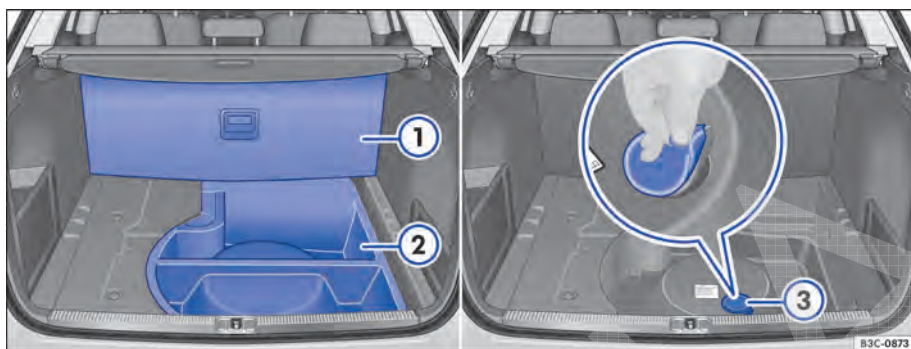
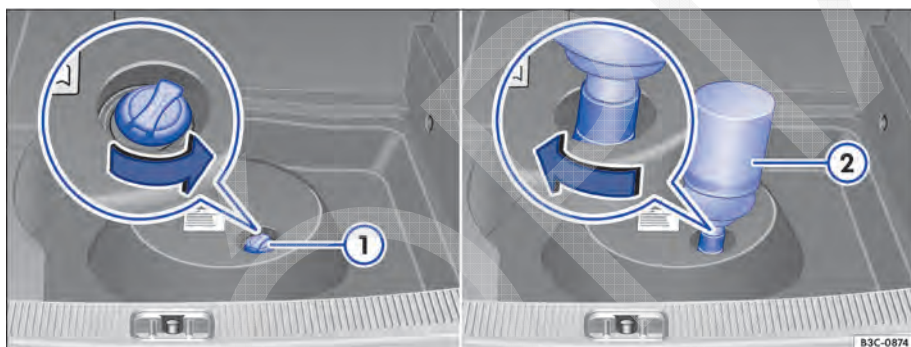

Fig. 218 Compartimento de bagagem com peça de espuma e reservatório de AdBlue.
Fig. 219 Embaixo da peça de espuma no compartimento de bagagem: tanque AdBlue com tampa do bocal de abastecimento e frasco de reabastecimento.
- Dobrar o revestimento do assoalho ⇒ Fig. 218 (1) para cima e empurrá-lo para trás.
- Remover a peça de espuma (2).
- Retirar a vedação (3) do reservatório de AdBlue®.
- Girar a tampa do bocal de abastecimento do reservatório ⇒ Fig. 219 (1) no sentido anti-horário.
- Girar a tampa do bocal de abastecimento do reservatório ① no sentido horário até que ela se encaixe.
- Inserir a vedação cuidadosamente ⇒ Fig. 218 ③.